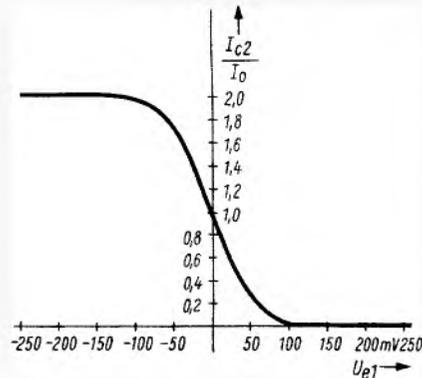

Bild 6. Aussteuerungsbereich des Differentialverstärkers
Es muß hier betont werden, daß die Gleichung (4) nur für niedrige Spannungen ($< 50 \text{ mV}$) gültig ist. Bild 6 zeigt deutlich, wie groß der Aussteuerbereich sein darf, um eine Begrenzung des Signals zu vermeiden. Als Ordinate ist der Kollektorstrom des zweiten Transistors (T 2) aufgetragen und als Abszisse die Basisspannung des ersten Transistors T 1.
Die zweite Verstärkerstufe (T 4, T 5, T 6) stellt, wie schon erwähnt, für große Eingangssignale einen Begrenzer dar. Bild 6 zeigt, daß ab 200 mV Basisspannung von T 4 eine starke Begrenzung einsetzt. Die größte zulässige Eingangsspannung des Bausteins (Punkt 1,2) ist $\pm 3 \text{ V}$. Die Eingangsimpedanz ist leicht frequenzabhängig und beträgt für 5,5 MHz $3 \text{ k}\Omega$ parallel mit 7 pF .
Die Kennlinie in Bild 6, die auch für den Begrenzer T 7, T 8 gilt, zeigt, daß die Begrenzung symmetrisch erfolgt, wenn die Wechselspannung an der Basis von T 7 symmetrisch ist. Diese Symmetrie ist, wie geschildert, durch den Emitterfolger T 6 und durch geeignete Auswahl der stabilisierten Speisespannung von 4,2 V realisiert. Der Spannungsabfall am Kollektorwiderstand von T 5 und am gemeinsamen Emitterwiderstand beträgt nämlich $4,2 - 2,8 = 1,4$ V. Die maximale Spannungserhöhung am Kollektor von T 5 ist also auch 1,4 V. Die maximale Spannungsverminderung ist gleich der Spannung U_{CE} zwischen Kollektor und Emitter, d. h. 1,4 V. Die Wechselspannung am Kollektor des Transistors T 5 muß dementsprechend, auch wenn die Begrenzung einsetzt, symmetrisch sein.